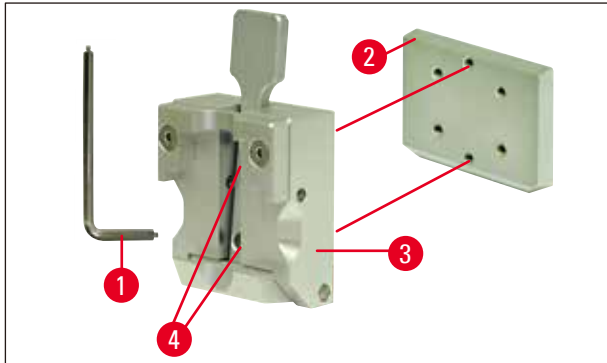

図 10
3. ダブルテールガイド(→ 図 10-2)の 2 本のネジ(→ 図 10-3)を外して試料クランプ(→ 図 10-4)から外します(→ 図 10)。ここでもサイズ 3 のハンドル付き六角レンチを使用します。